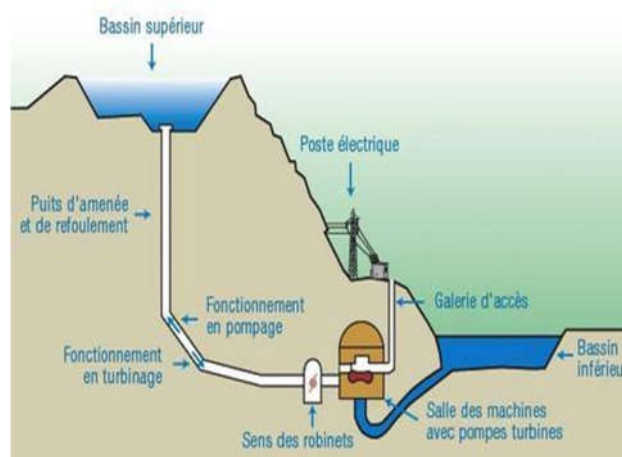

Figure 1.3b Principe d'une STEP
- avec une seule conduite : la même conduite d'eau est utilisée pour le stockage et la production de l'énergie. Les machines utilisées sont alors réversibles. La machine hydraulique peut fonctionner comme turbine et comme pompe. La machine électrique sur l'arbre de la turbine peut travailler comme générateur ou comme moteur (Fig 1.3b).